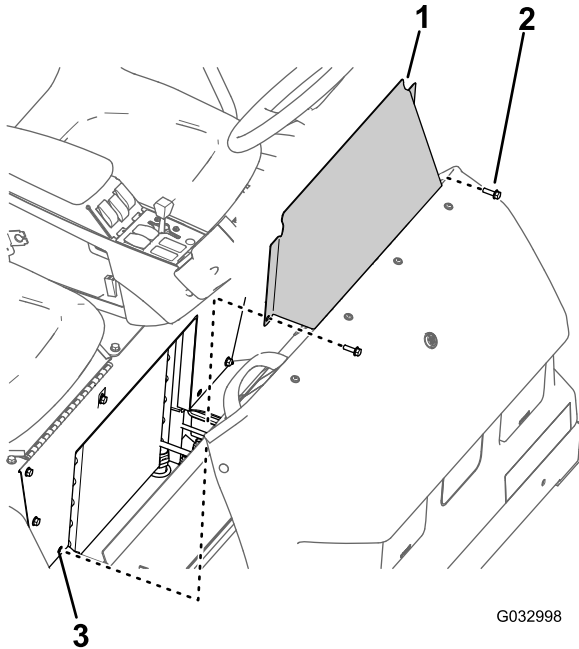

Figura 61
- Retire os 2 parafusos de cabeça flangeada que fixam o painel de acesso da base do banco à base do banco (Figura 61).
- Retire o painel de acesso da base do banco da máquina (Figura 61).
- Alinhe os orifícios no painel de acesso da base do banco com os orifícios na base do banco (Figura 61).
- Monte o painel de acesso da base do banco com os 2 parafusos de cabeça sextavada (Figura 61) que retirou no passo 1 de Remoção do painel de acesso da base do banco (página 55).